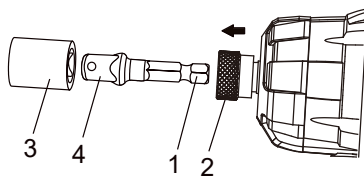

Fig. 12
1. Insérez le côté hex de l'adaptateur de douilles (1) dans l'entraînement hex (2) (figure 12).
3. Enfoncez le côté carré de la douille (3) dans l'extrémité carrée correspondante de l'adaptateur (4).